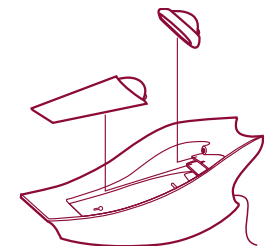

Fig. 14
- Når mundstykkerne ikke er i brug, skal de anbringes i rummet i ladeholderen. (fig. 14)